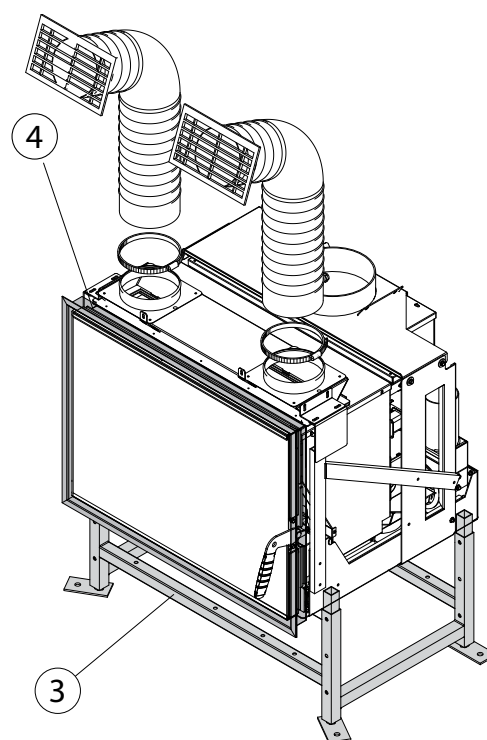

fig. 6.4.3
- C) Socle set "3" (fig. 6.4.3)
- D) Finishing frame "4" (fig. 6.4.3)